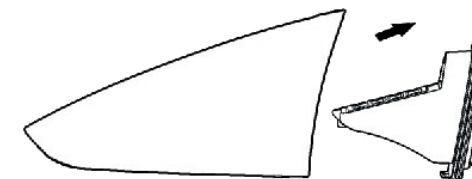

Figura 6
2. Tire del conjunto de filtrado para extraerlo del depósito (figura 6).